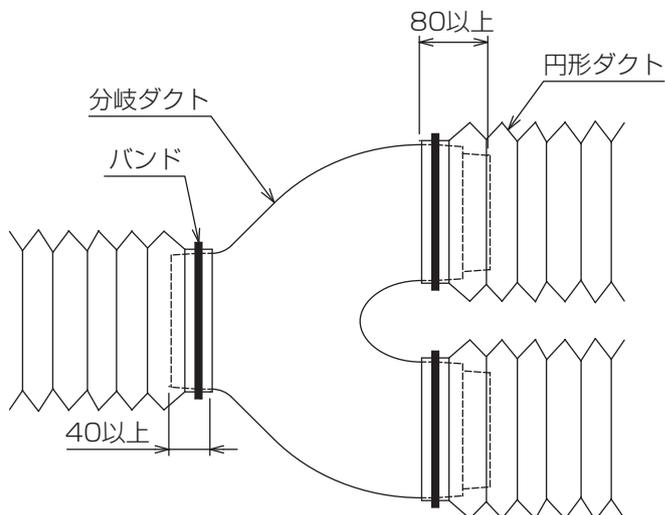

図4
1. 円形ダクトを分岐ダクトに接続ください。この時、口が1つの方は40mm以上、口が2つの方は80mm以上挿入してください。（図4）